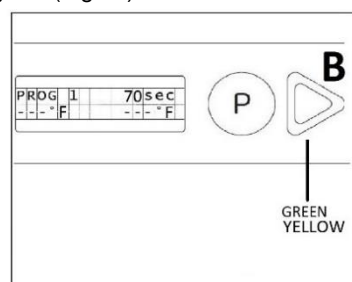

Fig.15
- 6- Attendez la fin du cycle jusqu'à ce que le compte à rebours soit terminé. Le bouton B est jaune lorsque la machine chauffe et vert lorsqu'il est prêt à démarrer un autre cycle. (Fig.15)